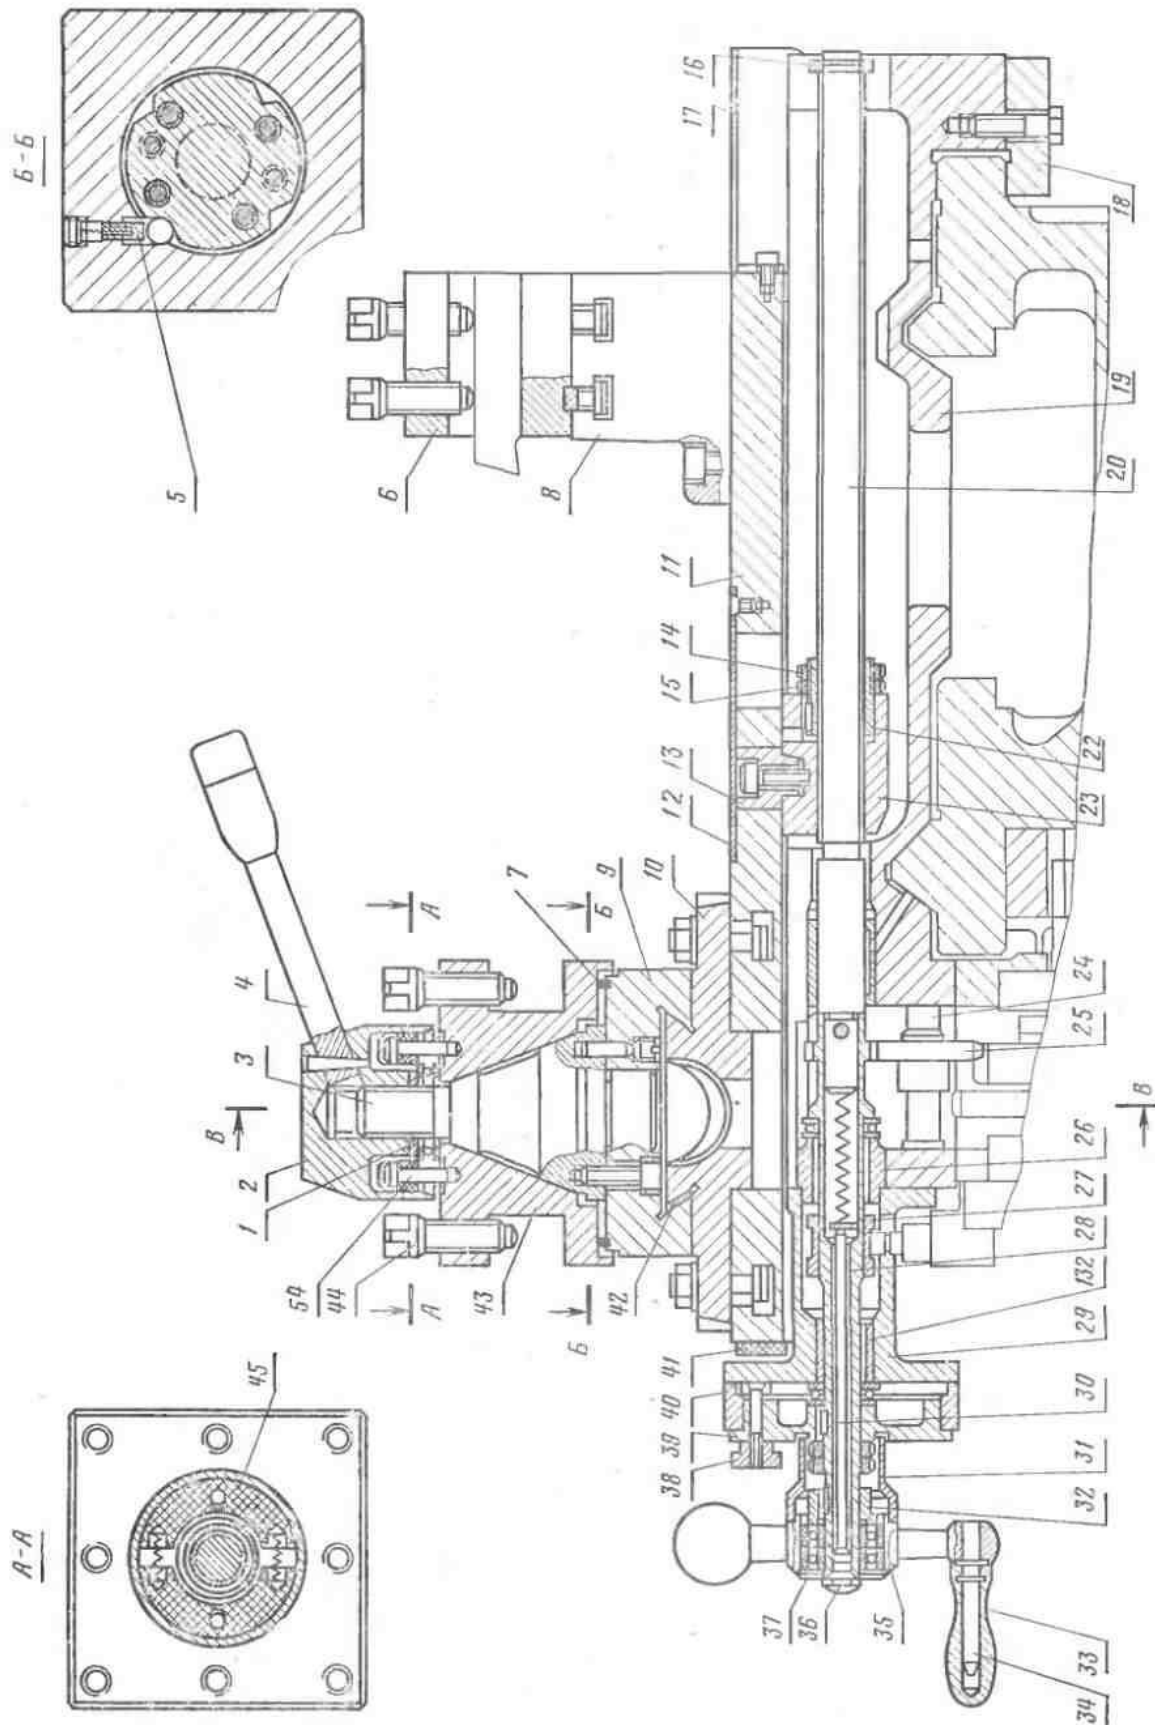
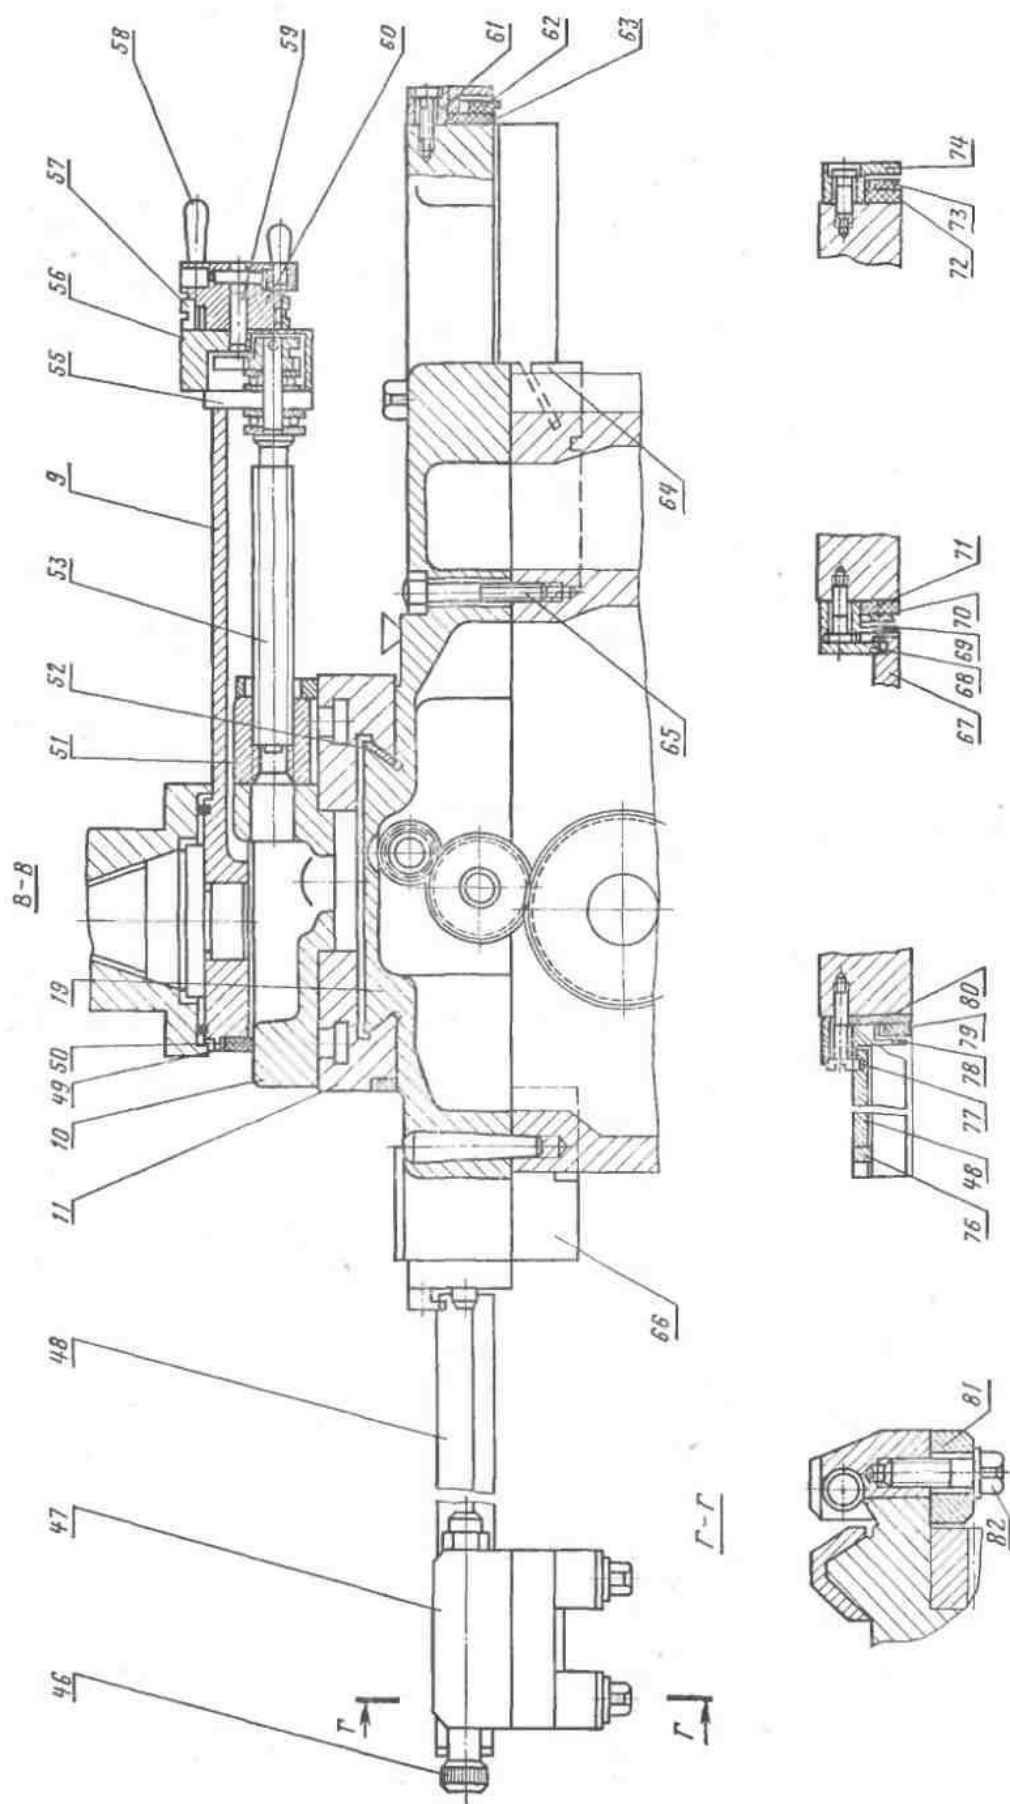

Рис. 27. Суппорт
Рис. 28. Суппорт
13.4.1. Регулирование усилия, развиваемого механизмом подач, производится поворотом гайки 11. Величина усилия определяется динамометром, который нужно установить между жестким упором 47 (рис. 28) и кареткой 19 (рис. 27). Следует следить за тем, чтобы величина усилия не превышала допустимую по табл. 1 (раздел 19).
(рис. 27, 28)
13.5.2. Поставляемый по особому заказу задний резцедержатель 8 устанавливается на поперечных салазках, как показано на рис. 27.
**Примечание.** Номера, начинающимися со 100, обозначены детали, относящиеся только к суппорту с механическим приводом резцовых салазок. Числами меньше 100 — детали, унифицированные от суппорта с ручным перемещением резцовых салазок (см. рис. 27, 28).